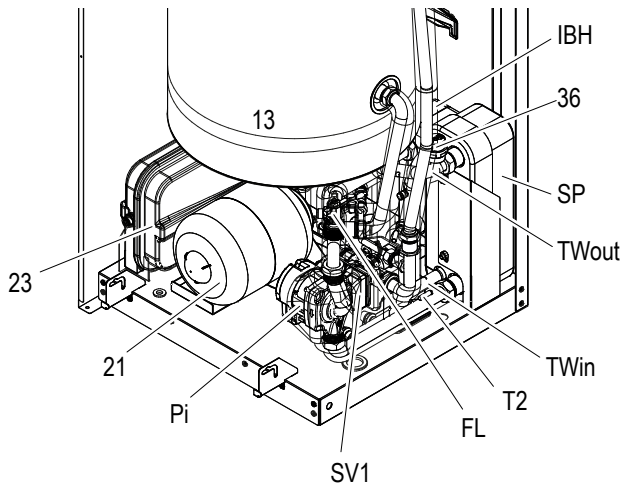
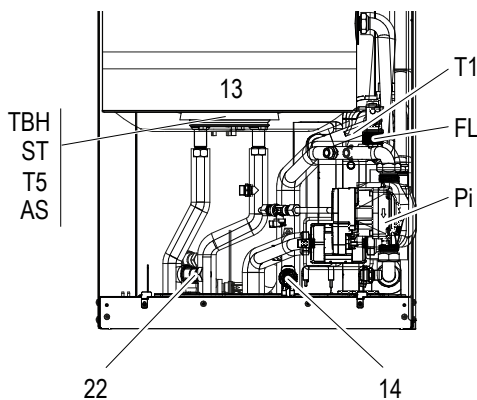
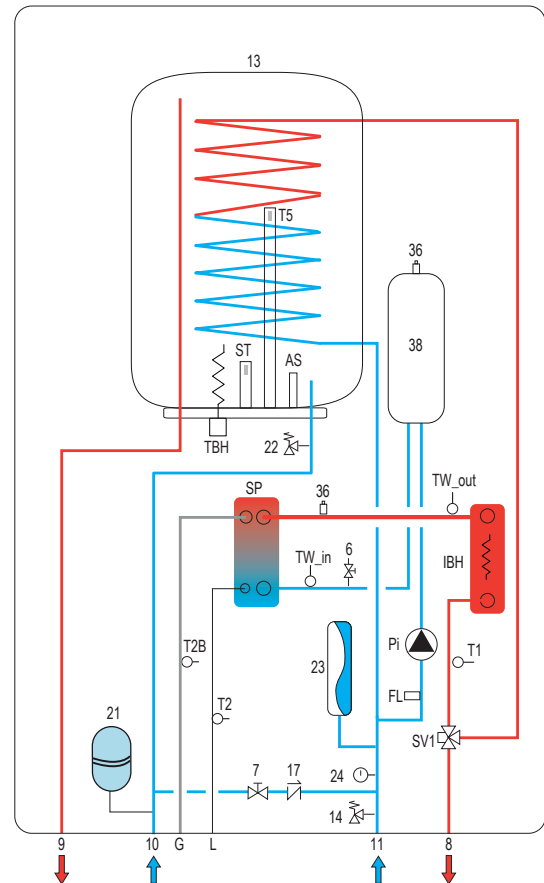
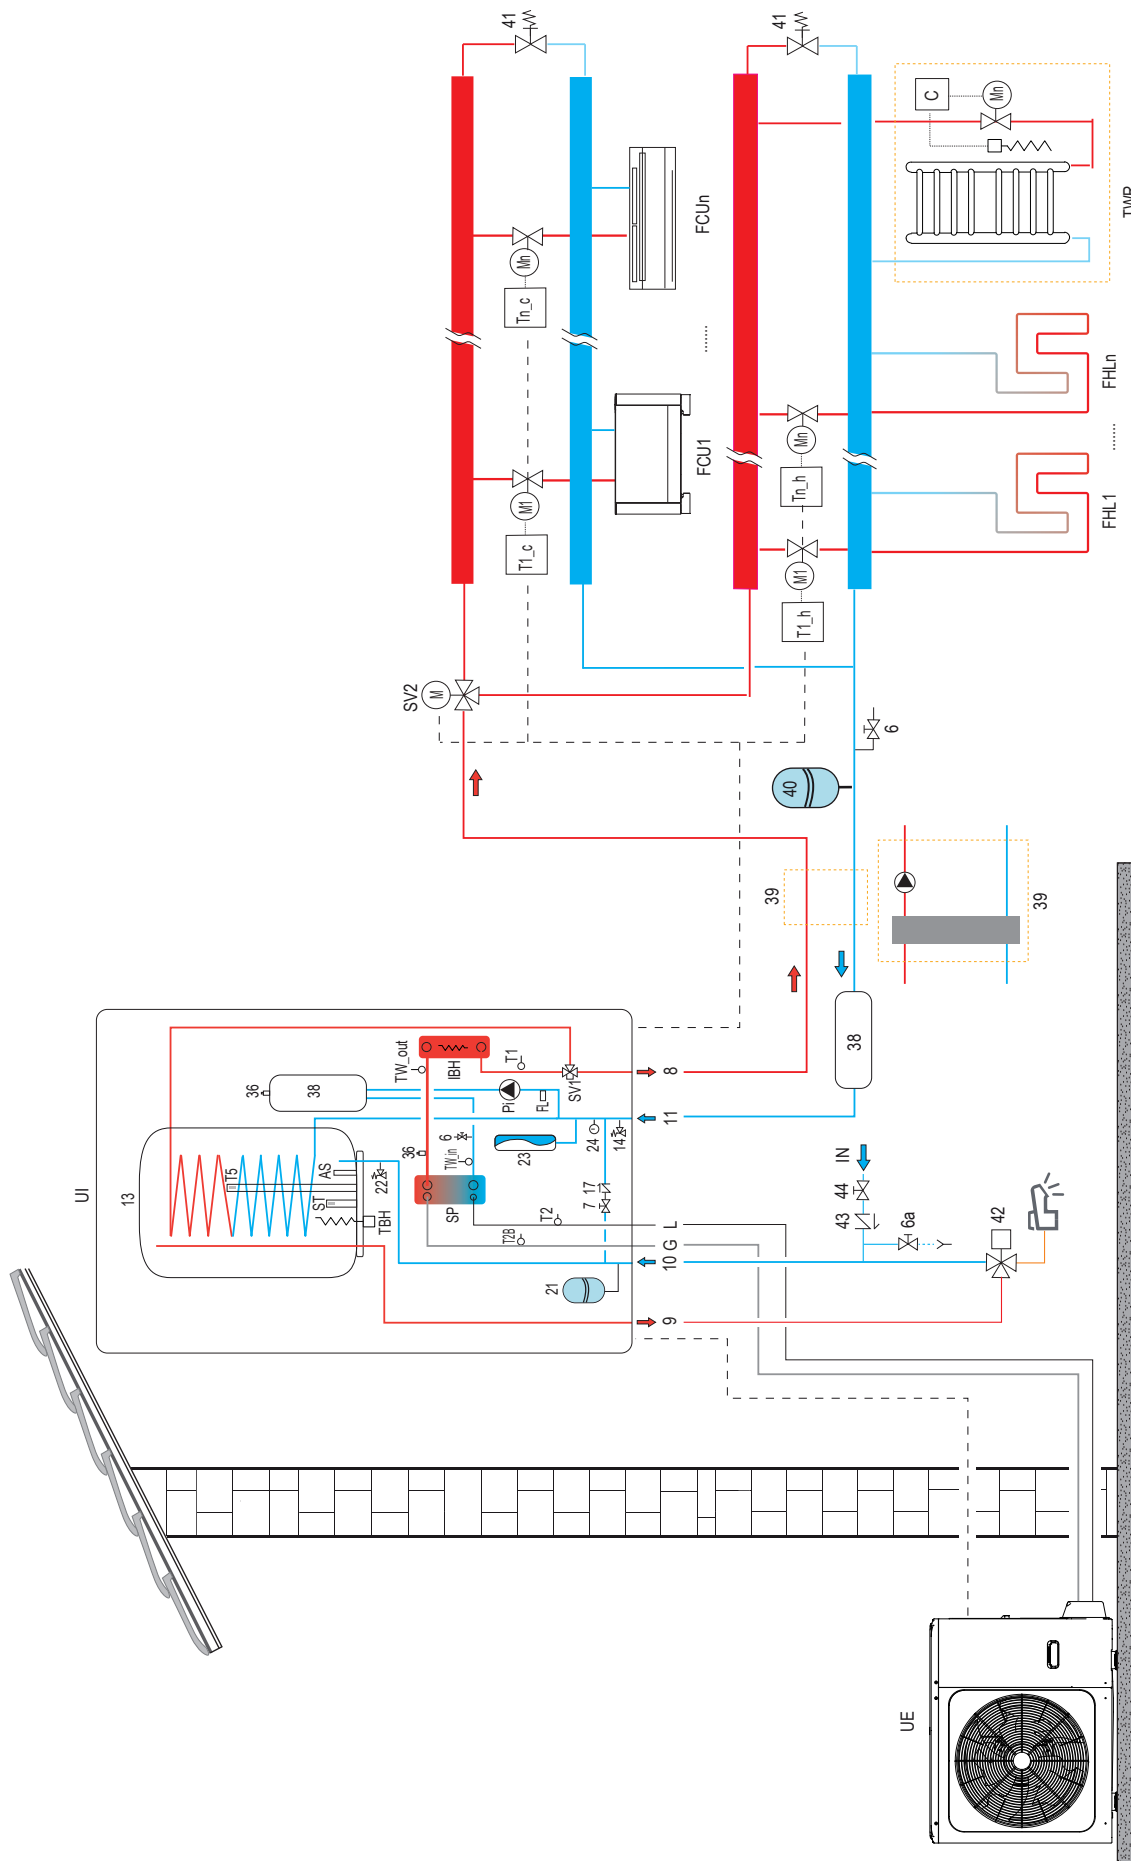

fig. 4 - Algemeen overzicht
fig. 5 - Beschrijving van onderdelen - vooraanzicht (zonder ref. 21 en 23)
fig. 6 - Hydraulisch schema binnenunit
fig. 7 - Systeemvoorbeelddiagrammen
LEGENDE ("fig. 4 - Algemeen overzicht", "fig. 5 - Beschrijving van onderdelen - vooraanzicht (zonder ref. 21 en 23)", "fig. 6 - Hydraulisch schema binnenunit", "fig. 7 - Systeemvoorbeelddiagrammen")
Voor de legenda van fig. 7 verwijzen we naar de vorige pagina.